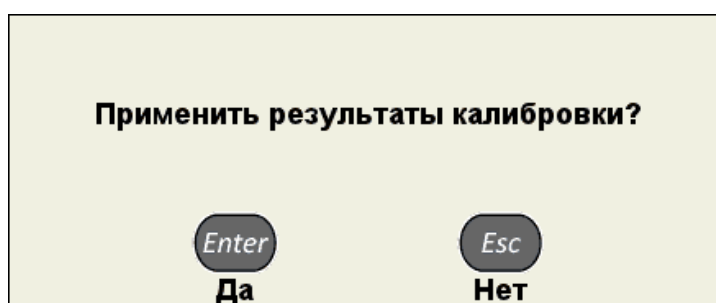

Рисунок 26
– для сохранения настроек нажать клавишу . Откроется подтверждающее окно (рисунок 26).